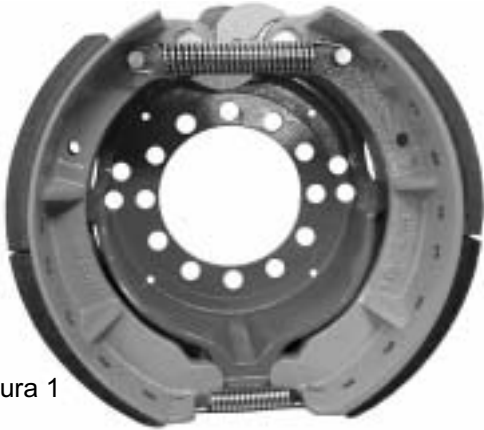

Figura 1
Il freno a tamburo meccanico Simplex (figura 1) consiste dell'albero del freno (2) supportato nel piatto del freno (1), dei rulli (5) supportati nelle ganasce del freno (3 + 4) e delle molle (6 + 7). Le ganasce del freno (3 + 4) vengono mantenute per mezzo delle molle (6 + 7) sopra i rulli (5) sulla camma dell'albero del freno (2) e nella parte opposta nelle cavità del piatto del freno (1) in un accoppiamento di forza.
Il **freno a camma S** viene controllato in modo forzato con la sua tensione in chiusura, come illustrato nella figura 1, con il vantaggio di una usura delle guarnizioni quasi equivalente in ambedue le ganasce all'interno del freno.
Figura 1 freno completo